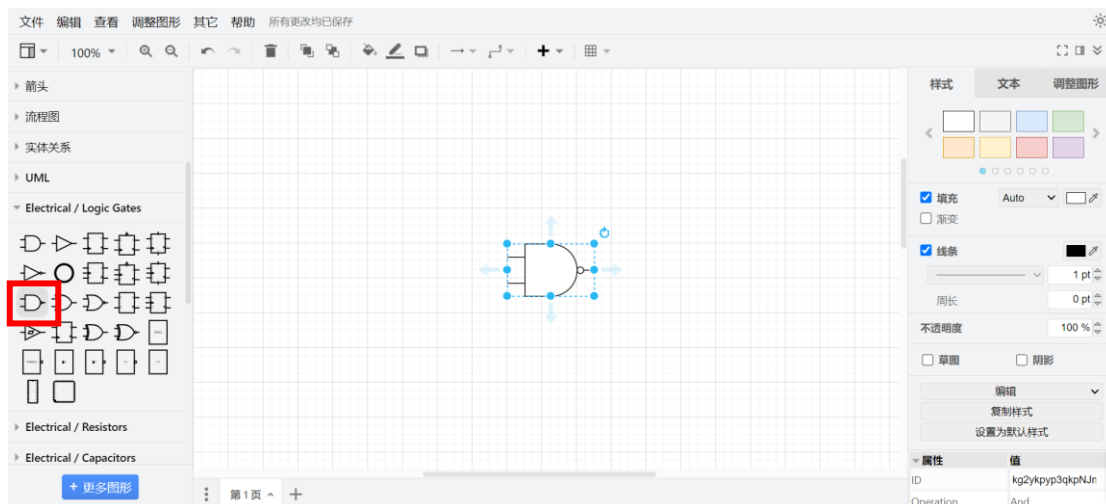
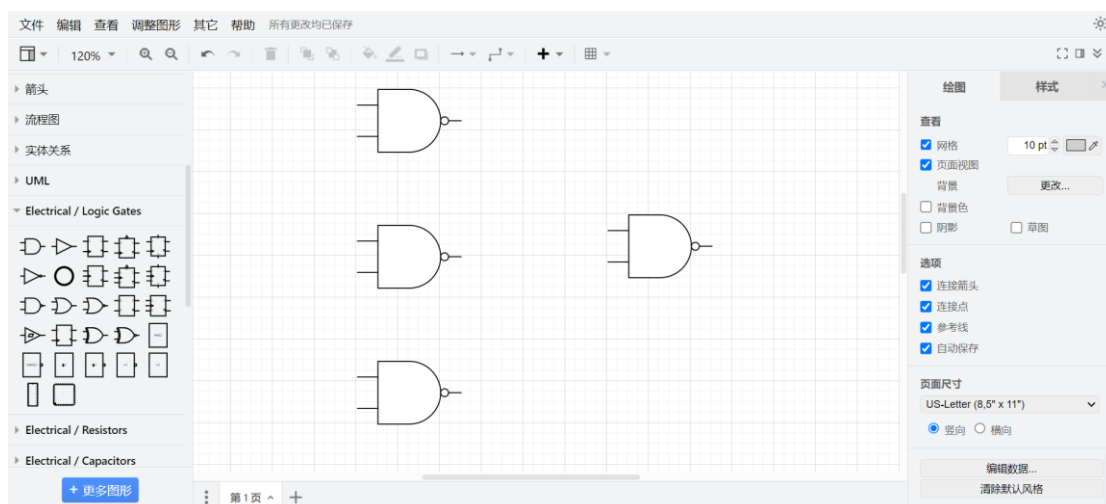

图 7
图 8
8. 鼠标点击二输入与非门，画布上会显示刚才选中器件；在画布上放置 4 个二输入与非门，如图 7、图 8 所示：